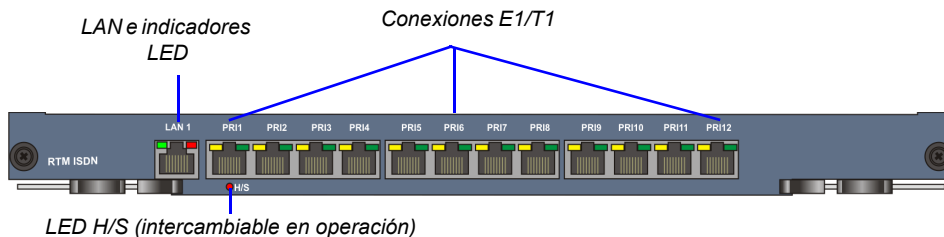

Figura 1-12 RMX 4000 Disposición del panel trasero de la RTM ISDN
- Se puede conectar 7 líneas E1 o 9 T1 en cualquiera de las 12 conexiones, según se muestra en Figura 1-12.